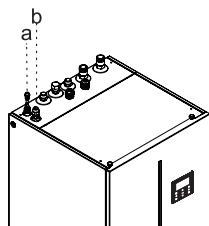

Рис. 5-2
- Если используется комбинация с наружным блоком 4/6 кВт, необходимо установить в точки подсоединения жидкостной линии к внутреннему блоку (см. Рис. 5-2) переходник 9,52/6,35 (см. Таблицу на стр. 8). Для наружных блоков другой мощности (8/10/12/14/16 кВт) переходник не требуется.